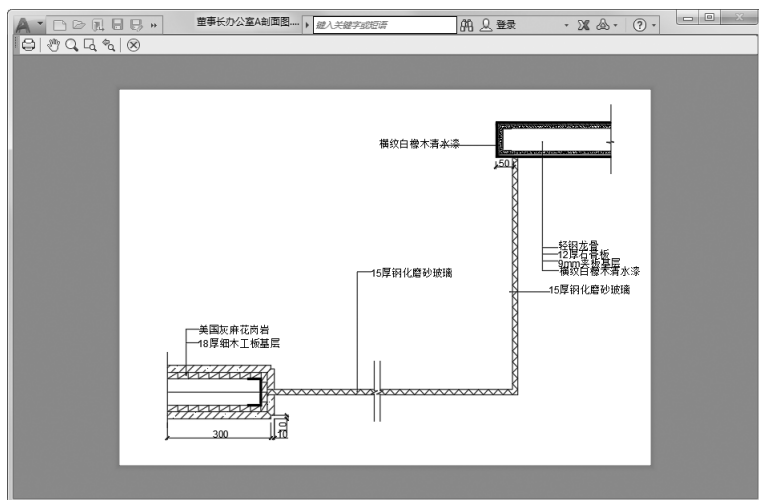

图 7-98 打印预览
- “预览”按钮：在图纸上以打印的方式显示图形。要退出打印预览并返回“打印”对话框，按〈Esc〉键，然后按〈Enter〉键，或右击并选择快捷菜单中的“退出”命令。打印预览效果如图 7-98 所示。